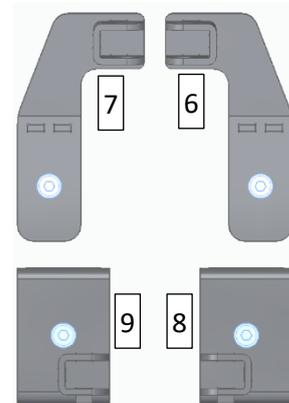

Abbildung 1
Zuerst werden an die Positionen, an denen die Halterungen (6+7+6+7 - Abb. 1) später auf dem Fahrzeuglack aufliegen, Lackschutzfolien (24) aufgeklebt. Schneiden Sie nun vorsichtig ein Loch in die Lackschutzfolie durch das nachher die Schraube gesteckt wird.